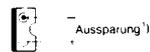

Abb. 7.2.12 Das sind einige Varianten von Steckverbindern und Anschlußbesaltungen, wie sie in modernen Kassettenrekordern auftreten können
*Abb. 7.2.12* zeigt die Belegung einiger gebräuchlicher Buchsen, entnommen den „Franzisi-Mini-Tabellen“. Hier muß man etwas experimentieren, bis man seinen Kassettenrecorder richtig mit unserem Computer verbunden hat.